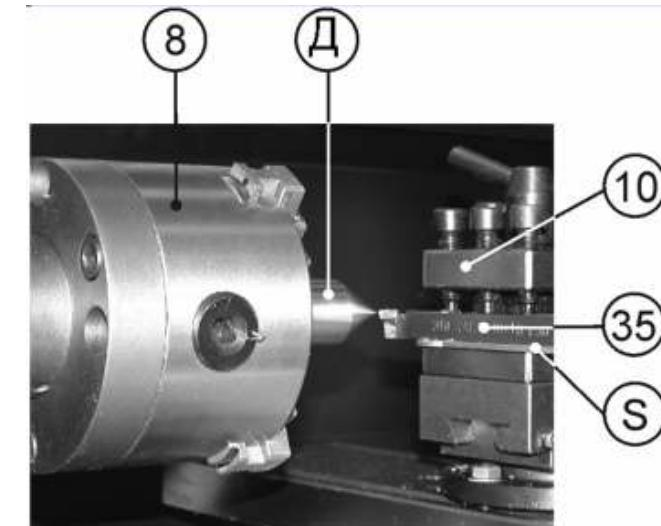

Рис.12
для предполагаемой операции резец (35) в резцедержатель (10), равномерно с достаточным усилием закрутите три болта (34), Рис.11. Убедитесь, что режущая часть головки резца (35) находится по центру диаметра заготовки. Положение резца (35) проверьте по центру (Д), зажатом в трёхкулачковом самоцентрирующимся патроне (8). Вылет головки резца должен быть примерно 10 мм, но не превышать 15 мм (не должен превышать полторы высоты державки резца). По мере необходимости при установке резца (35) используйте подкладки (S) разной толщины. Допускается использовать только одну подкладку, Рис.12.